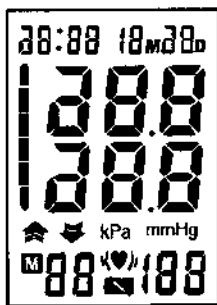

Figura 8-1
- a. Luego de colocar el brazalete y con su cuerpo en posición confortable, pulse el botón "START". Se oye un "bip" y se muestran todos los caracteres de la pantalla para una autoprueba. Remítase a la figura 8-1. Póngase en contacto con el centro de servicio técnico si falta un segmento.